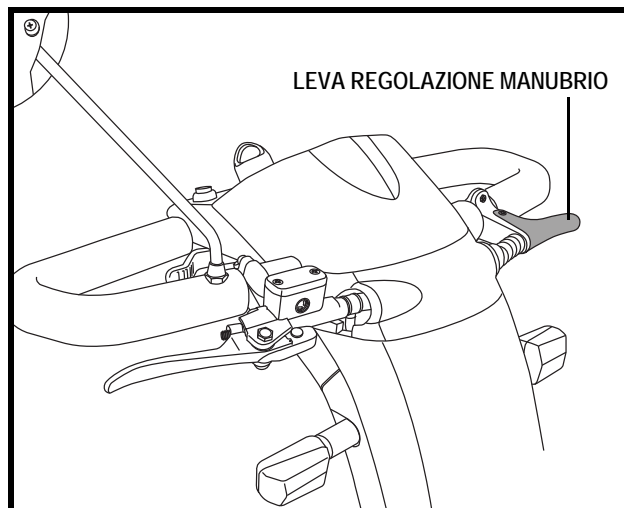

Figura 14. Regolazione manubrio
1. Stringere la leva di regolazione. **Vedere figura 14.**